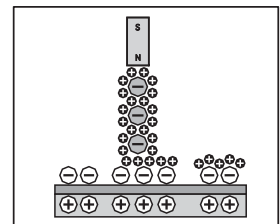

図 3
- (3)静電気が残った絵のところを黒い粉(+)をふりかけ、見えなかった絵を見えるようにします。これを『現像』といいます。(図3)